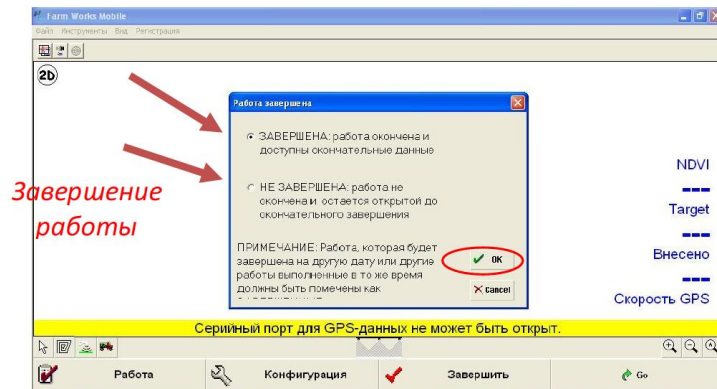

Рисунок 12.14 –
11. Если работа на данном поле выполнена полностью, то выбрать вкладку _____, если еще не до конца – _____ (рисунок 12.14).